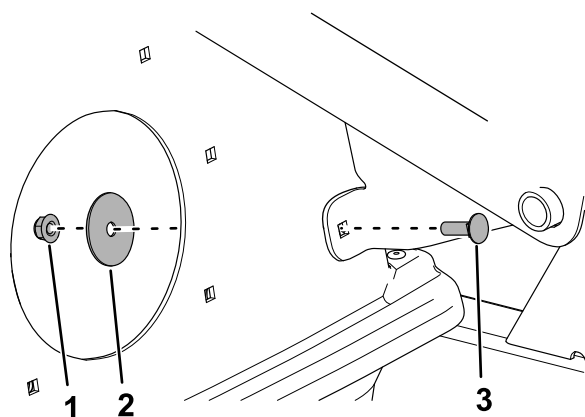

図 5
1. ピボットブラケットから、ボルト、ワッシャ、ナットを外す 図 5。
7. 図 5 から外したピボットブラケット用の部品を取り付ける。